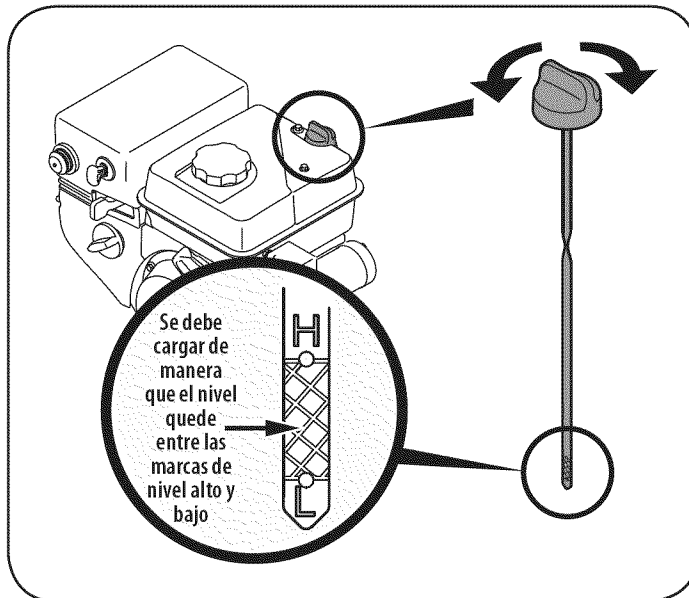

Figure 30
3. Saque el tapón / la varilla de medición de aceite. Si el nivel es bajo, agregue lentamente aceite hasta que el nivel registrado esté en un punto intermedio entre alto (H) y bajo (L). Vea la Figure 30.